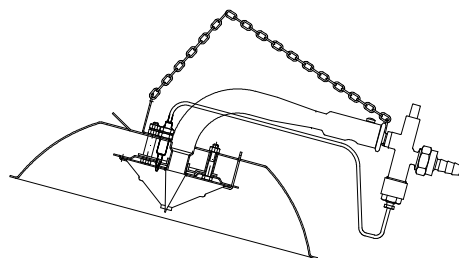

Fig. 14
- Situar el aparato en la posición indicada en la Fig.14.